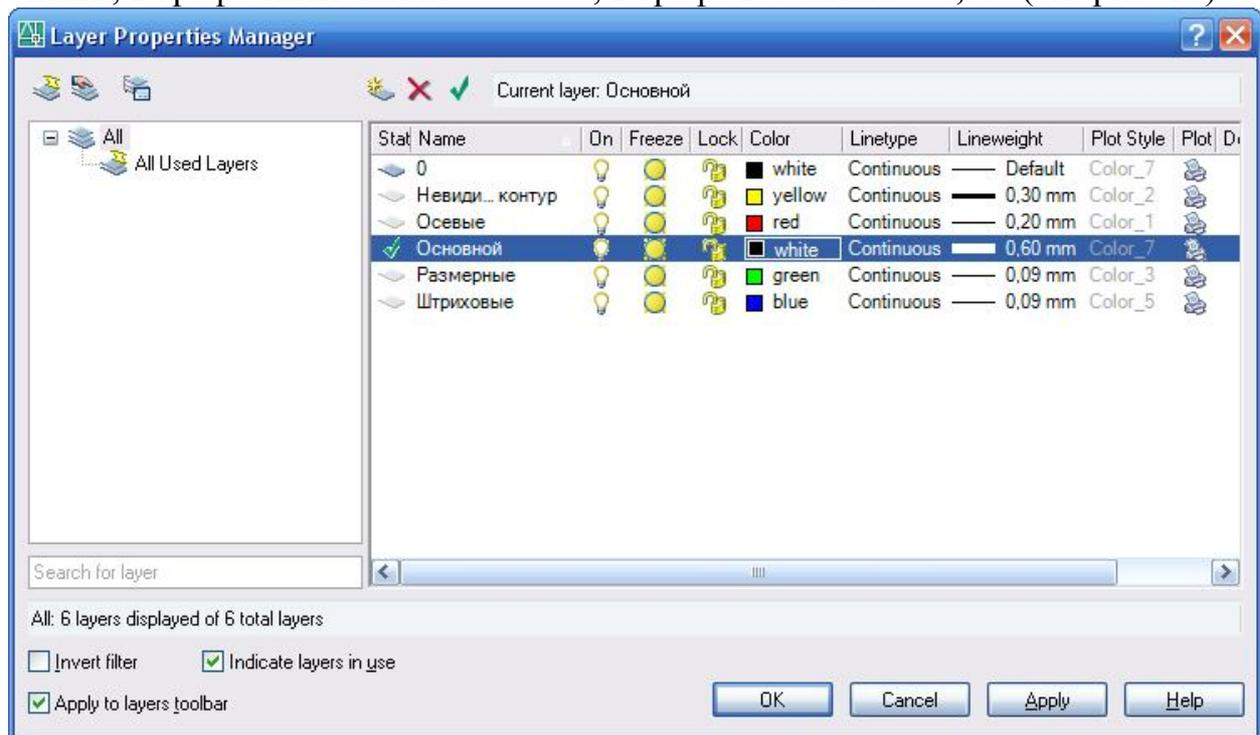

Рис. 15
18. Создание слоев. Для удобства работы в AUTOCAD предусматривается возможность рисования линий в различных слоях для разделения в процессе работы различных типов линий (напр. размерных и осевых линий, линий невидимого контура). Начнем работу с создания слоев, соответствующих каждому используемому типу линий. Выбираем команду , это кнопка вызова свойств слоев, высвечивается окно, в нем (см. рис. 15) выбираем команду , этот значок помогает создавать слой. Зайдем в окно **Свойства слоев**, где создадим следующие слой:
линий – **0,09**. Третий слой создан. Создаем четвертый слой. Нажимаем , затем вводим название слоя «штриховка» затем в графе цвет указываем **синий**, в графе типы линий – *Continuous*, в графе вес линий – **0,09**. (см. рис. 15)